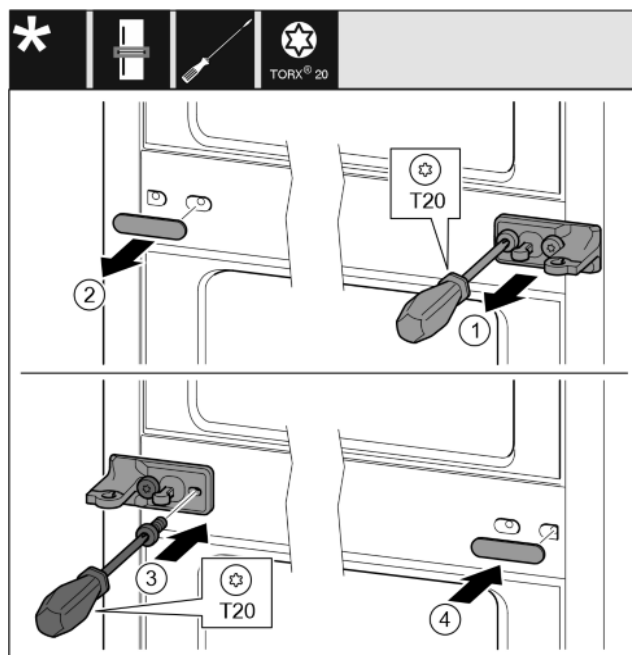

Fig. 26
- ▶ Zdjąć podkładkę. Fig. 26 (1)
- ▶ Śruby wykręcić przy pomocy śrubokręta T20. Fig. 26 (2)
- ▶ Ostrożnie zdjąć osłonę. Fig. 26 (3)
- ▶ Płytkę zawiasu wraz z folią obrócić o 180° przykręcić z drugiej strony. Fig. 26 (4)
- ▶ Osłonę obrócić o 180° założyć z drugiej strony. Fig. 26 (5)
- ▶ Podkładkę wsunąć od przodu. Fig. 26 (6)